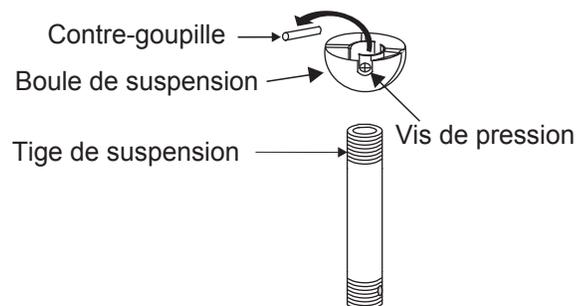

Fig. 7
**Étape 5.** Retirez la boule de suspension de la tige de suspension en desserrant la vis de pression, retirant la contre-goupille et tournant la boule pour la retirer de la tige de suspension. (Fig. 7)